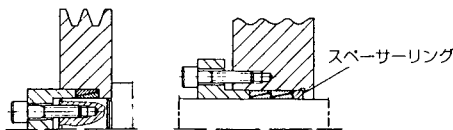
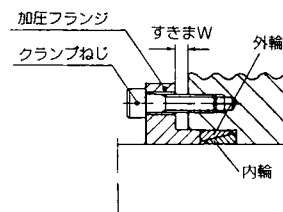

図6 SCE300組込み順序
図7 すきまW
（ボス穴にヌスミを生じた際はスペーサーリングを挿入してください）クランプエレメントを挿入する際エレメントの倒れや傾きに注意しながらまとめて組み込んでください。クランプエレメントの組込みについては図6を参照してください。
- 加圧フランジを固定しクランプねじを軽く締め位置決めをします。その後トルクレンチでMsの値まで締付けます。Msは図面などに指示されていますので確認のうえ締めてください。最終締付けトルクMsの1/3, 2/3, 3/3と数回に分けて対角線上に順次締付けてください。（図6参照）締付け後すきまWが均等であることが望ましい状態です。（図7参照）